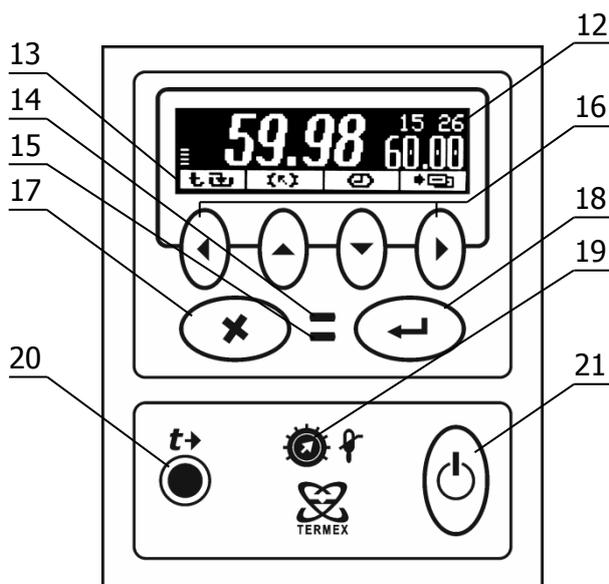
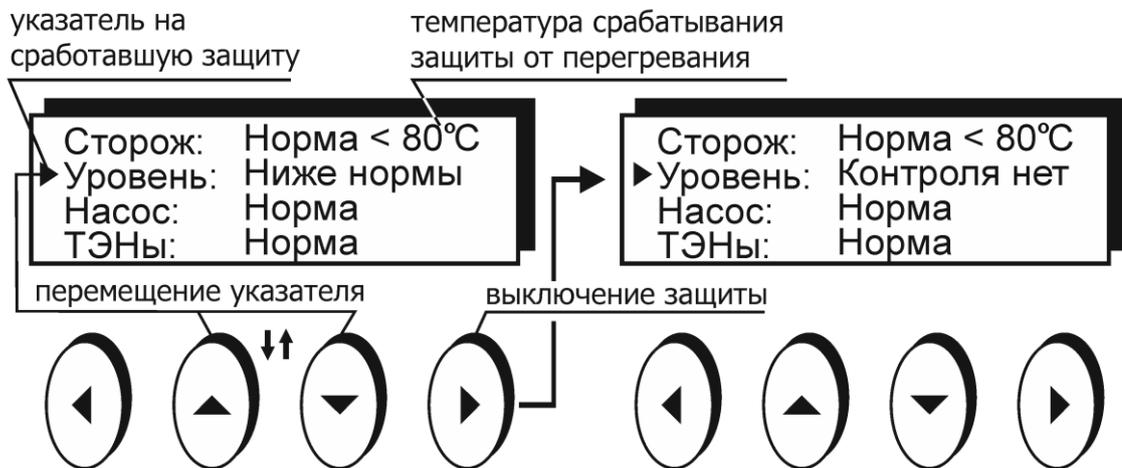

Рисунок 2 – Лицевая панель
Рисунок 7 — Пример срабатывания защиты
Система безопасности блока регулирования отключает двигатель насоса и нагреватели при срабатывании хотя бы одной из защит или неисправности управляющего датчика (1.2.14). При срабатывании системы безопасности раздается звуковой сигнал, загорается индикатор 14 (рисунок 2) и на дисплей 12 выводится информация о причине неисправности.
2.4.2 В режиме ожидания нагреватели термостата отключены, блок регулирования не осуществляет управления. Работа насоса определяется значением параметра "Насос предв." (см. 2.20), устанавливаемого пользователем. Индикатор режима работы 15 (рисунок 2) погашен.
2.4.3 В активном режиме блок регулирования управляет мощностью в нагревателях термостата в зависимости от задания и текущей температуры теплоносителя. Насос включен. Индикатор режима работы 15 (рисунок 2) мигает (термостат не вышел на установленную температуру) или горит постоянно (термостат вышел на установленную температуру).
2.4.4 Переключение между режимами работы производится нажатием кнопки 21 (рисунок 2).
2.7.5 При срабатывании защиты раздается звуковой сигнал и загорается красный индикатор срабатывания системы безопасности 14 (рисунок 2). Блок регулирования переходит в режим ожидания. Работа насоса и нагревателей блокируется. На дисплее отображается текущее состояние системы защит.
2.8.3 Температура срабатывания защиты от перегрева теплоносителя устанавливается вращением регулятора 19 (рисунок 2). Для изменения положения регулятора используйте подходящий инструмент, например, часовую отвертку.
2.8.4 Для точной установки температуры срабатывания защиты (рисунок 2):
- выйти из режима управления защитами, нажатием кнопки 17 (X);
- вращением регулятора 19 установить желаемую температуру срабатывания защиты, контролируя ее значение на дисплее (рисунок 7);
- выйти из режима управления защитами, нажатием кнопки 17 (X).